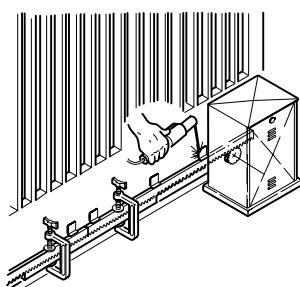

Fig. 11A
- Accostare un altro elemento di cremagliera al precedente utilizzando, per mettere in fase la dentatura dei due elementi, un pezzo di cremagliera come indicato in fig. 11A.